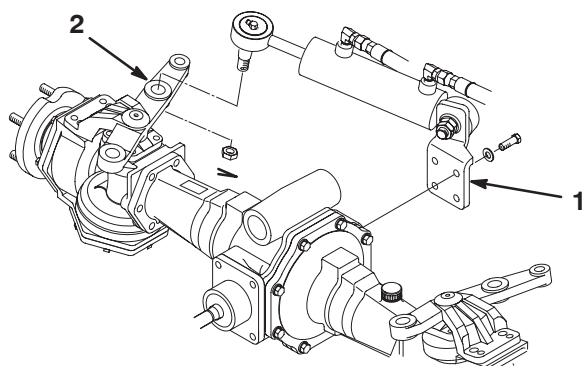

Figure 2
2. Montez le support de vérin à l'arrière du pont avec 4 vis (M10 x 30) et rondelles (Fig. 2). Appliquez du Loctite 242, ou un produit équivalent, et serrez les vis à 65–81 Nm.
4. Fixez la rotule au bras de direction avec l'écrou à créneaux (Fig. 2) et serrez à 94–122 Nm. Remettez la goupille fendue.